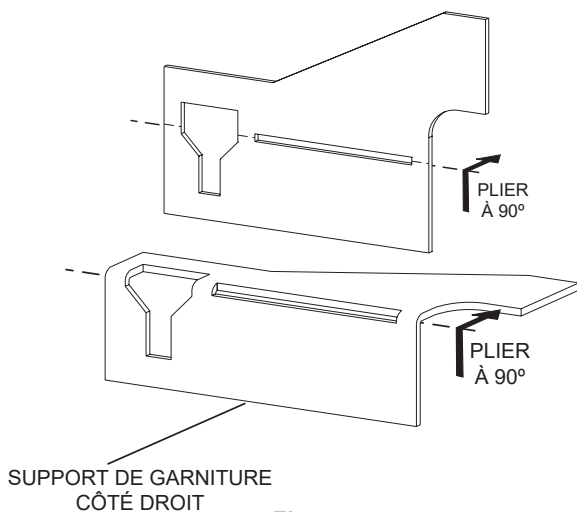

Figure 4
5. Pour le côté droit, plier l'autre support de fixation de garniture latérale comme montré à la **Figure 4**.